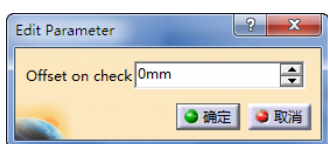

图 3-244 定义检查余量（15）
- 定义检查余量（15）。双击“Offset on part”，弹出“Edit Parameter”对话框，可设置余量大小为“0”mm，如图 3-244 所示。